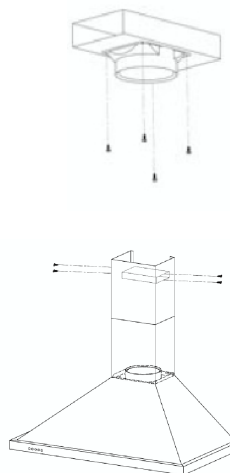

fig. 8
- Installer l'adaptateur de gaine sur le déflecteur (fig. 8)
- Installer le déflecteur (fig. 8) dans la cheminée supérieure au niveau des ouïes d'aération (fig. 6)